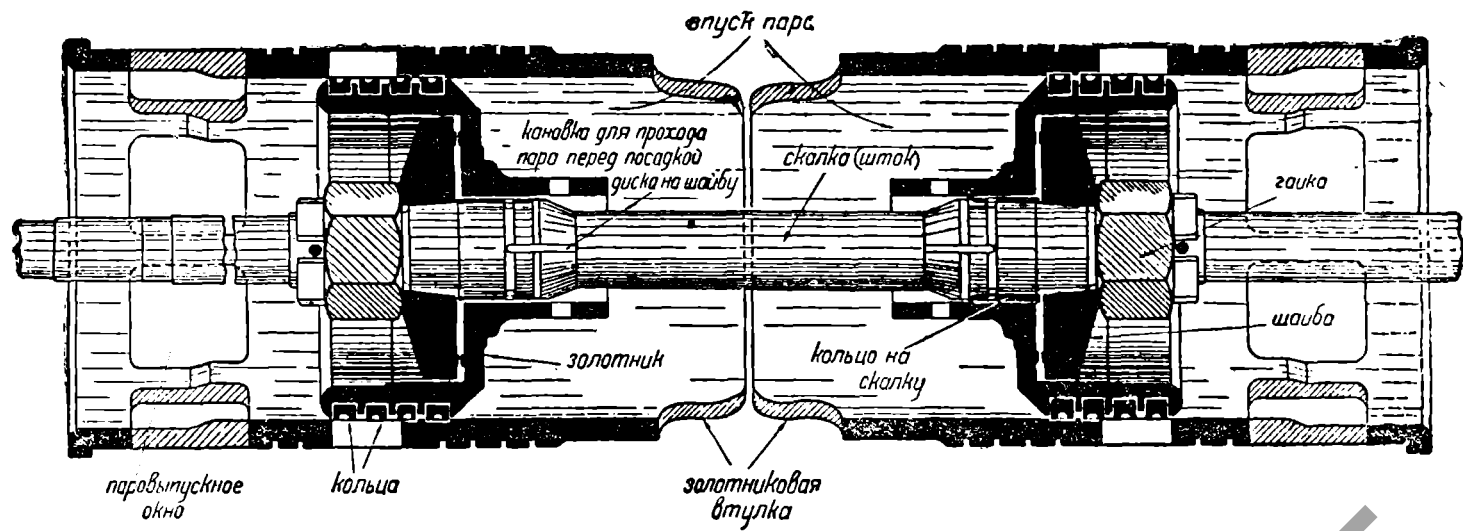
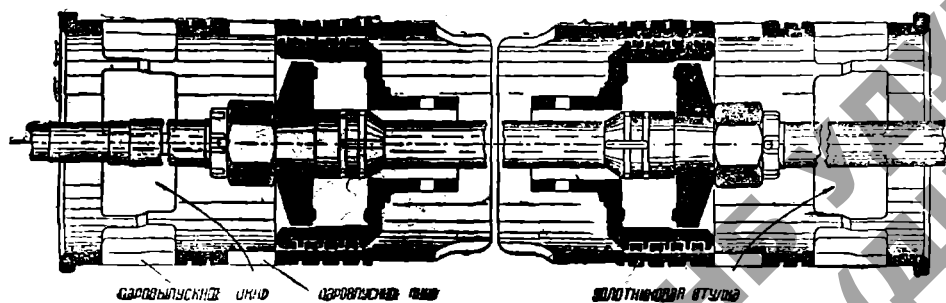

Рис. 96. Золотник Трофимова при работе паровоза с паром. Диски посажены на упорные шайбы.
Рис. 97. Золотник Трофимова при работе паровоза без пара. Золотниковые диски отошли от упорных шайб и открыли паровпускные каналы.
**Золотник-байпасс Трофимова.** Устройство золотника Трофимова заключается в следующем: на штоке укрепляются две шайбы, между которыми могут свободно двигаться по штоку золотниковые диски. При впуске пара таковой входит между дисками, раздвигает их и прижимает плотно к упорным шайбам (рис. 96). Так как в золотниковой коробке пар находится все время при работе паровоза с паром, поэтому диски плотно сидят на шайбах. Золотник работает также как поршневой золотник с наглухо насаженными на шток дисками. Чтобы при впуске пара диски не разбились о шайбы, по штоку имеются продольные прорезанные каналы, по которым проходит пар в пространство между шайбой и диском. При посадке диска пар этот сжимается между диском и шайбой и смягчает удар диска о шайбу. Стоит только закрыть регулятор как шток с шайбами отодвигает диски к середине коробки, благодаря чему полностью открываются паровпускные каналы обеих полостей цилиндров (рис. 97). Получается лишенный всех недостатков байпасс, ибо через открытые окна происходит непрерывное и ровное перекачивание воздуха. Газы почти совсем не засасываются в цилиндр, а поэтому нет выталкивания их в конус. Введением золотника-байпасса Трофимова вопрос байпасирования разрешен. Практически пользоваться ими необходимо с постепенным открытием регуляторов, ибо быстрый впуск пара дает силь-